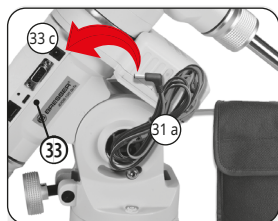

Fig. 17: Aansluiting van het batterijpack
3. Steek de DC-stekker van de DC-spanningskabel (31 a) in de DC-bus (33 c) van het aansluitpaneel (33) (Fig. 17).